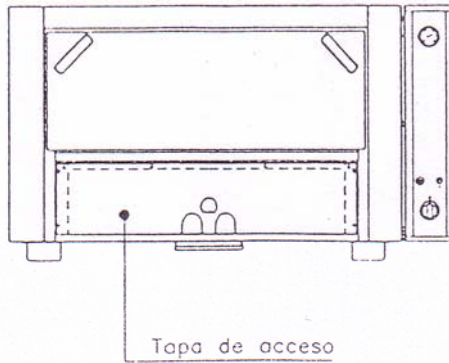

fig. 4
- Pour avoir accès au brûleur de la veilleuse, vous devrez démonter d'abord la plaque d'accès. (fig. 4).